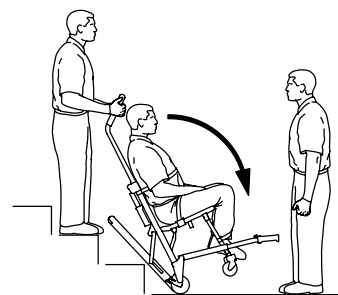

Figura 13 – Fondo delle scale
10. Operatore lato piedi: Quando il cingolo raggiunge l'ultimo gradino, rilasciare le maniglie anteriori. Barelliere lato testa: Lasciare che la sedia si inclini in avanti (Figura 13) fino a quando tutte e quattro le ruote non toccano terra. Far scorrere la sedia (si veda *Trasporto dell'occupante su superfici piane* (pagina 12)).